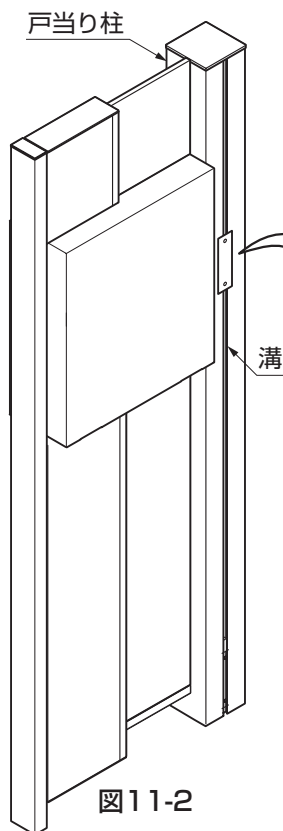

図11-2
- ①ラッピング門柱用カバーを戸当り門柱の取付け箇所の長さ切断してください。
- ②ラッピング門柱用カバーを戸当り門柱の溝に、ゴムハンマー等でキズが付かないよう、軽く叩いて取付けてください。
- ③門柱キャップを取付けてください。（図11-2参照）